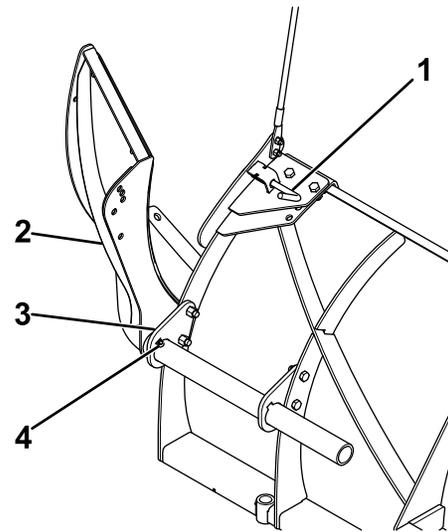

Bild 19
10. Federsplint zurück ziehen und in die Arretierstellung drehen (Bild 19).
11. Schieben Sie das Rohr des Pflugschildes durch die Lamellenhalterungen, bis der Befestigungsstift durch die äußere Halterung gesteckt werden kann (Bild 19).